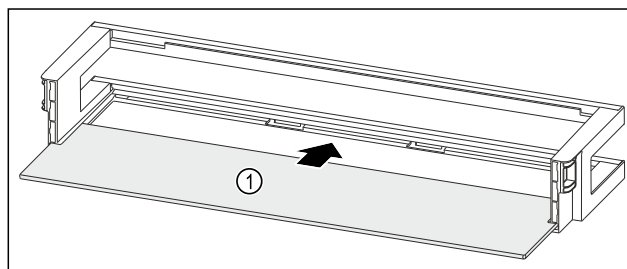

Fig. 148 Balconcino controporta con ripiano
- Inserire il ripiano Fig. 148 (1) negli incavi laterali.